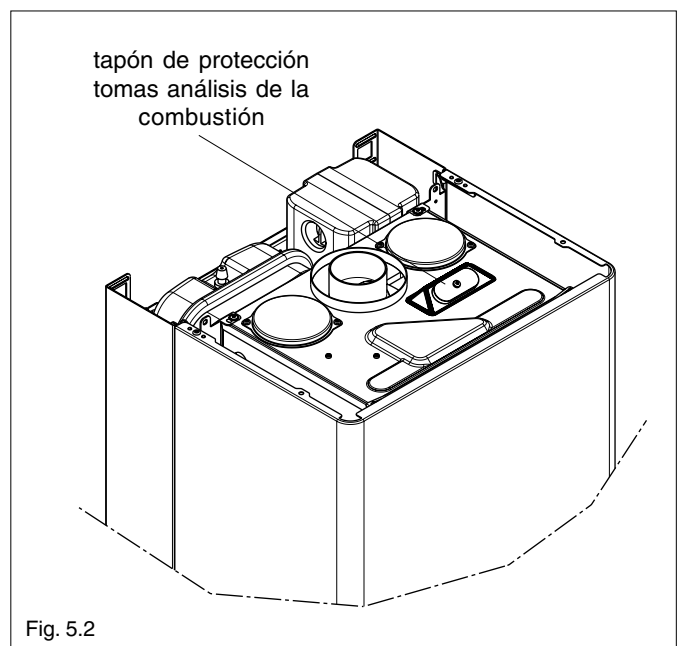

Fig. 5.2
- utilizar instrumentos adecuados en las tomas situadas en la parte superior de la cámara de combustión, después de haber quitado el tapón de protección (fig. 5.2)